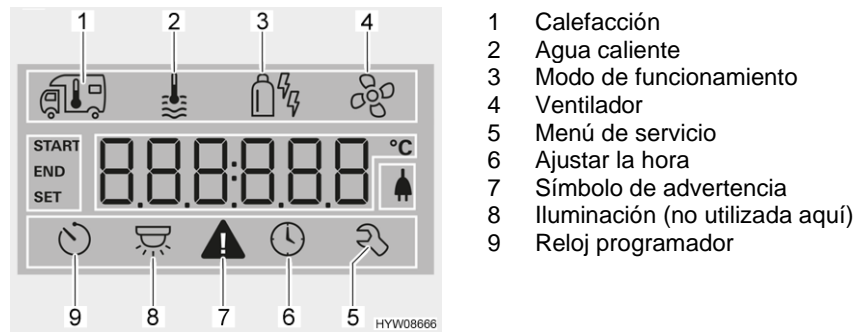

Fig. 106 Display (unidad de mando)
- Girar el pulsador giratorio (Fig. 105,6) hasta que parpadee el símbolo de menú Calefacción (Fig. 106,1).
- Girar el pulsador giratorio (Fig. 105,6) hasta que parpadee el símbolo de menú Agua caliente (Fig. 106,2).
- Girar el pulsador giratorio (Fig. 105,6) hasta que parpadee el símbolo de menú Ventilador (Fig. 106,4).
- Girar el pulsador giratorio (Fig. 105,6) hasta que parpadee el símbolo de menú Reloj programador (Fig. 106,9).
- Pulsar el pulsador giratorio. El reloj programador estará activado. El símbolo Reloj programador (Fig. 106,9) parpadeará si el reloj programador está programado y activo.
En caso de una advertencia, parpadeará el símbolo de advertencia (Fig. 106,7). La calefacción continuará funcionando. Si sólo se trata de una avería temporal, el símbolo de advertencia se apagará automáticamente.